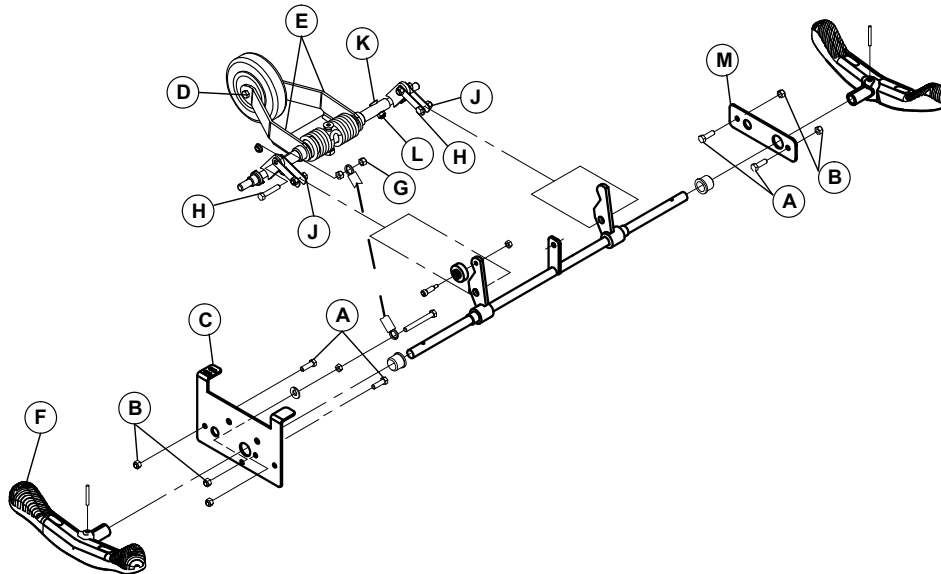

Figure 7 – Remplacement de l'ensemble de cinquième roue
6. À l'aide d'une clé mixte de 1/2 po et d'une douille de 1/2 po, retirer les quatre contre-écrous (B) et les quatre boulons (A) qui fixent l'ensemble de cinquième roue aux plaques de support (C, M) (Figure 7). Abaisser l'ensemble jusqu'au sol et le retirer du dessous du châssis de la base. Conserver les contre-écrous et les boulons.
7. À l'aide de deux clés mixtes de 1/2 po, retirer le contre-écrou et le boulon (D) qui fixent la roulette aux bras de roues (E) (Figure 7). Retirer et conserver la roulette. Conserver le contre-écrou et le boulon.
8. Déplacer la plaque de support gauche vers la pédale de frein/guidage (F) pour désengager l'ensemble bras oscillant et levier de torsion des plaques de support (Figure 7).
9. À l'aide d'une clé mixte de 1/2 po, retirer le contre-écrou (G) qui fixe le crochet à ressort au boulon (Figure 7). Conserver le contre-écrou.
10. À l'aide de deux clés mixtes de 1/2 po, retirer les deux contre-écrous (J), quatre entretoises à épaulement et deux boulons (H) qui fixent la partie supérieure du contre-levier aux deux leviers de torsion de la cinquième roue (Figure 7). Conserver les contre-écrous, les entretoises et les boulons.
11. À l'aide d'une clé mixte de 1/2 po et d'une clé hexagonale de 3/16 po, retirer les deux contre-écrous (L) et deux boulons (K) qui fixent les leviers de torsion aux deux extrémités de l'arbre de la cinquième roue (Figure 7). Conserver les contre-écrous et les boulons.